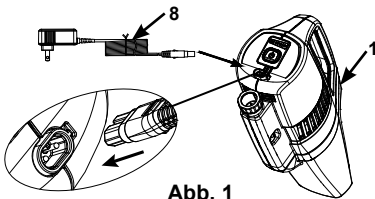

Abb. 1
1. Stecken Sie den Stecker des Ladegeräts in die Steckdose und das andere Ende in die Ladebuchse des Saugerkörpers (1). Siehe Abb. 1. Die Kontrollleuchte leuchtet auf.